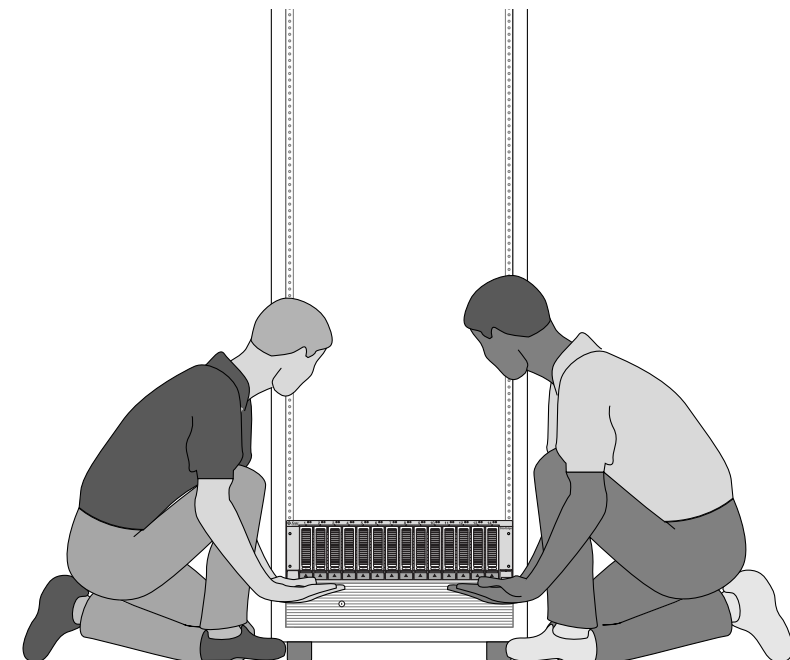

FIGURA 2-14 Colocación del chasis en el armario
2. Dos personas, cada una de ellas situada a un lado del chasis, deberán levantar éste y depositarlo en la repisa inferior de las guías izquierda y derecha (FIGURA 2-14).